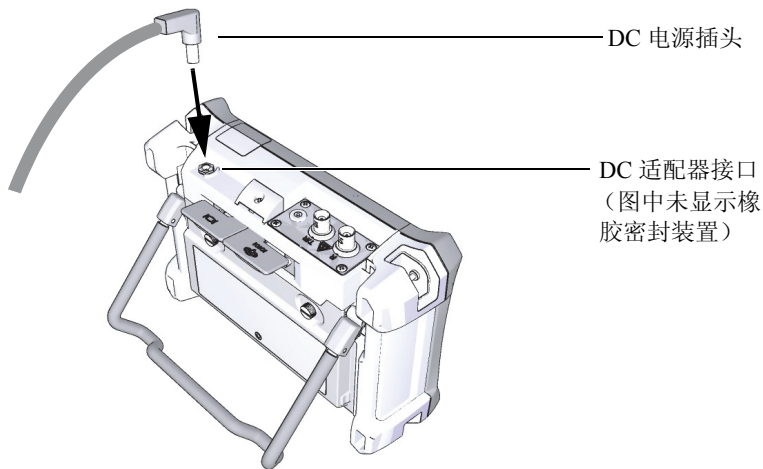

图 1-9 连接 DC 电源插头
3. 将 DC 输出电源线的一端连接 AC 充电器 / 适配器，另一端连接仪器的适配器接口（参见第 25 页的图 1-9）。